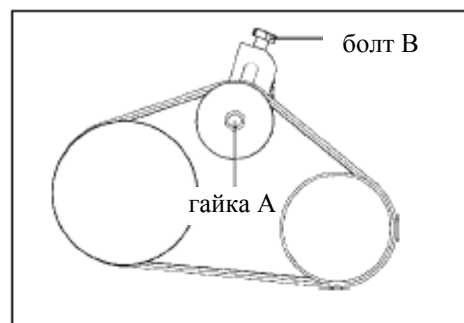

Рис. 459
1. Снимите клиновой ремень (рис. 459)